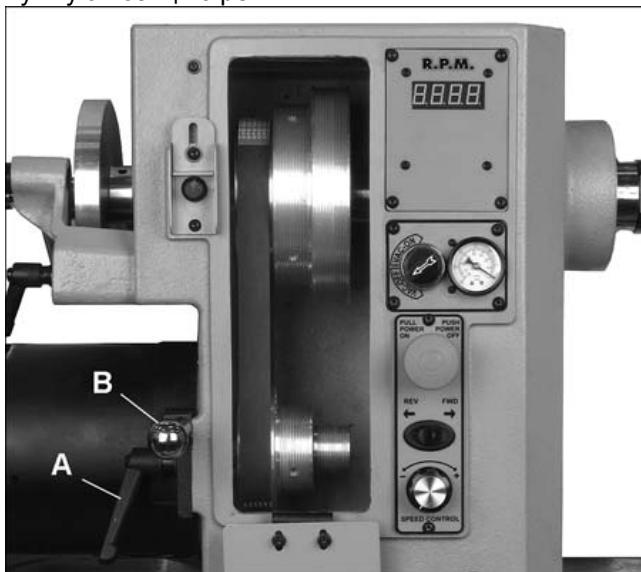
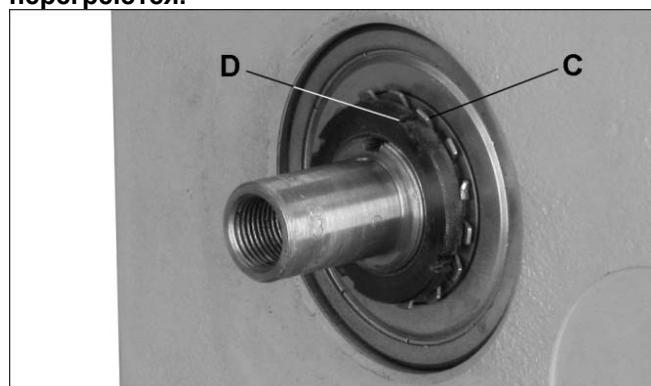

Рис. 31
Рис. 32
3. Ослабьте зажим подвески мотора (A, Рис. 31) и поднимите рычаг (B), чтобы поднять мотор. Затяните зажим (A), чтобы зафиксировать мотор в данной позиции.
Подшипник шпинделя устанавливается на заводе-производителе. Люфта в осевом направлении или ослабления не должно быть. Если произошло ослабление, его можно устранить осторожным затягиванием зажимной гайки подшипника на шпинделе следующим образом (См. Рис. 32):
2. При помощи отвертки аккуратно отогните зубцы на шайбе (C, Рис. 32), которые фиксируют гайку подшипника (D).
3. Расположите конец отвертки с плоским шлицем в один из пазов на фиксирующей гайке (D).
4. Стукните по ручке отвертки молотком так, чтобы фиксирующая гайка (D) затянулась по часовой стрелке. Поворачивайте фиксирующую гайку подшипника только примерно на 1,5мм за раз.
2. Ослабьте зажим подвески мотора (A, Рис. 31) и поднимите рычаг (B), чтобы поднять мотор.
3. Затяните зажим (A), чтобы зафиксировать мотор в данной позиции. Снимите ремень со шкивов.
4. Ослабьте два установочных винта (F) на делительном диске при помощи шестигранного ключа и снимите диск с передней бабки.
5. Ослабьте и снимите фиксирующую гайку подшипника и звездчатую шайбу (C/D, Рис. 32).
9. Задвиньте шпиндель на место, установите звездчатую стопорную шайбу и фиксирующую гайку подшипника (C/D, Рис. 32). Проверьте люфт шпинделя в осевом направлении (См. раздел 5.13, «Проверка люфта шпинделя»).